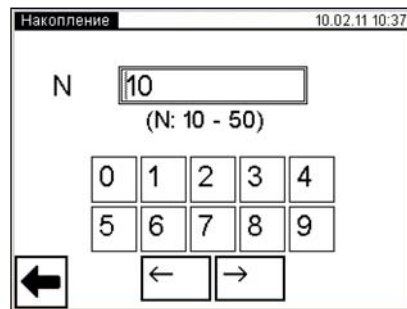

Рисунок 6.6.
- 2) Перейти у вікно "Накопление", для чого у вікні "Настройка" натиснути на рядок "Накопление", на екрані з'явиться вікно "Накопление" (рисунок 6.6)
- 3) Встановити кількість накопичуваних результатів вимірювання N, для чого, натискаючи відповідні кнопки з цифрами, (рисунок 6.6), ввести значення N в діапазоні від 10 до 50.